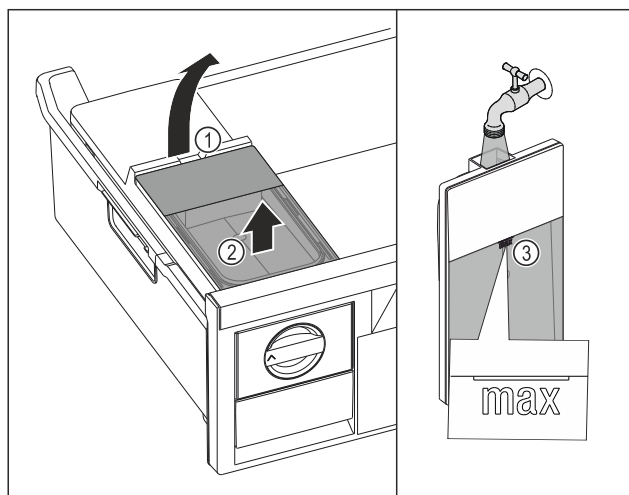

Fig. 180
- Soulever le réservoir d'eau par l'encoche Fig. 180 (1).
- Retirer le réservoir d'eau par le haut Fig. 180 (2)
- Remplir le réservoir d'eau potable jusqu'au repère Fig. 180 (3).